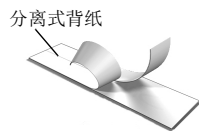

图 6
- 4 撕掉标签上的背纸，露出涂胶面，然后粘贴标签。请参考图 6。